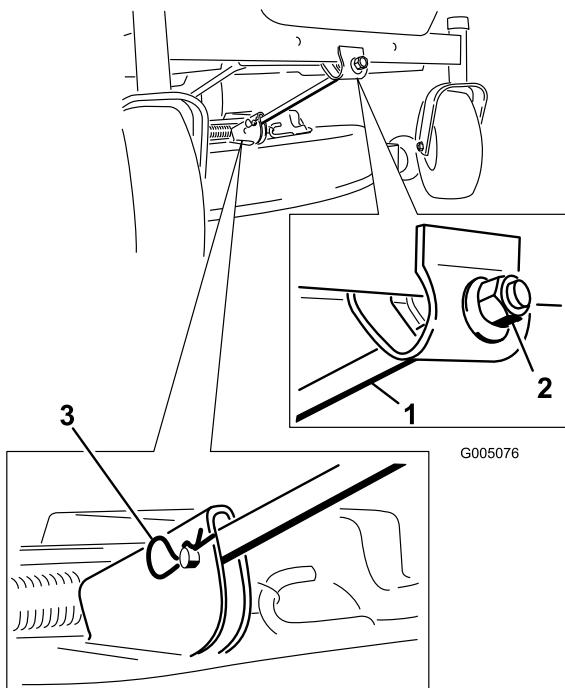

Figura 56
- Retire el pasador y la chaveta de la varilla de soporte delantera (Figura 56). Baje cuidadosamente la parte delantera de la plataforma del cortacésped al suelo.
6. Conecte la varilla de soporte delantera a la plataforma del cortacésped con el pasador y la chaveta (Figura 56).